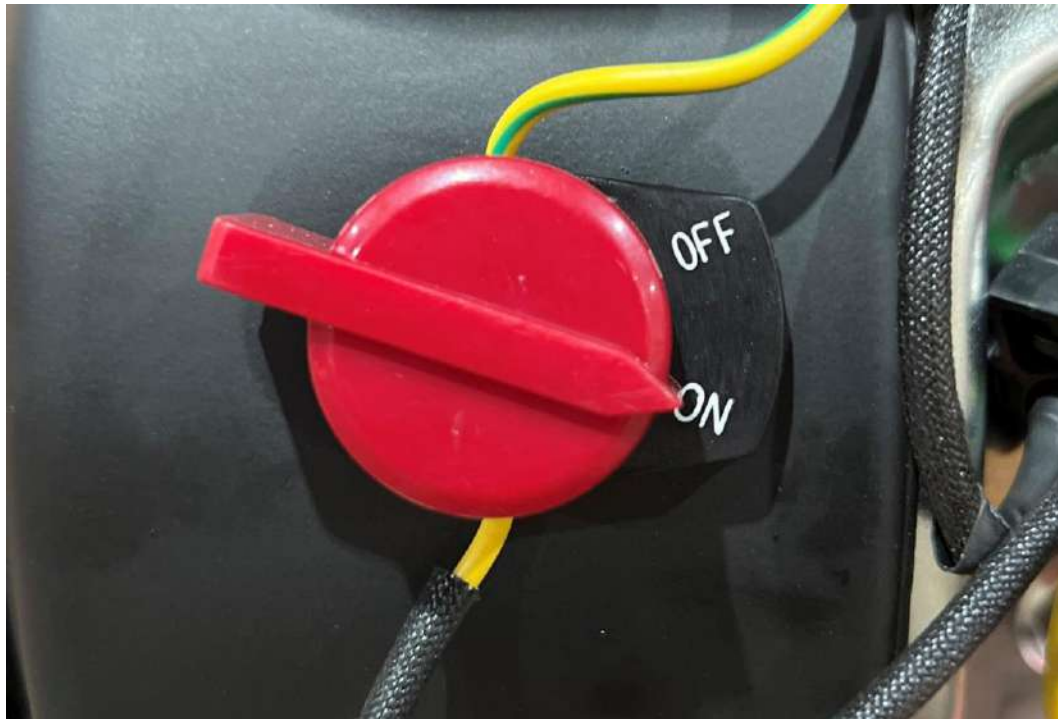

Рисунок 18. Вимикач та позначки положень
6. Переведіть вимикач в положення "On" (Рис.18).